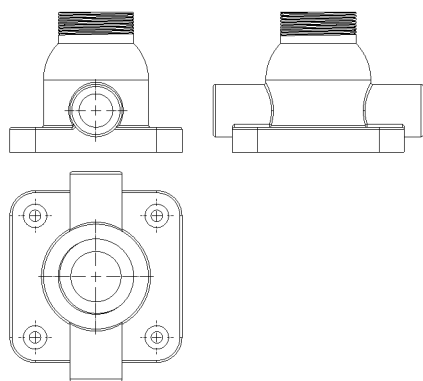

图 12-15 显示视图对象
(4) 执行操作后，即可显示视图对象，效果如图 12-15 所示。